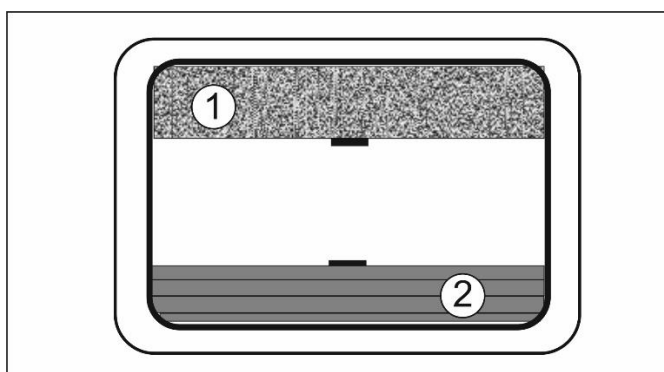

Рисунок 13. Откидное окно. 1 – москитная сетка. 2- затемняющая жалюзи-гармошка.
- 3.2.7.1. Потяните затемняющую жалюзи вверх на ручке (рис. 13). Когда жалюзи будет полностью закрыта, или установлена в нужное положение, можно отпустить замок.